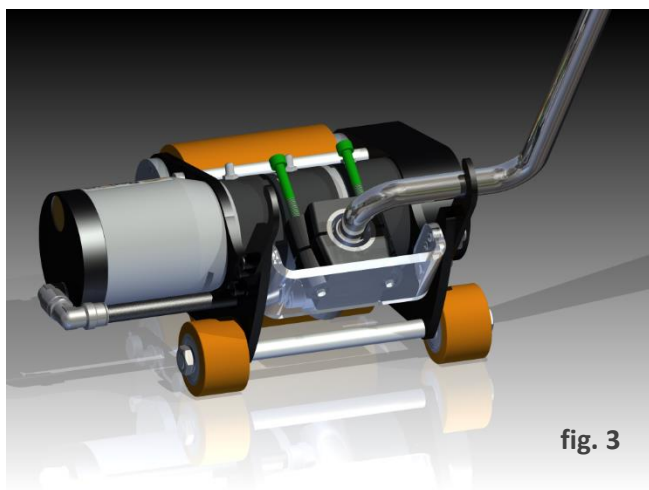

fig. 3
3. Posizionare il morsetto nella sua posizione di fissaggio prestando attenzione al corretto allineamento del manico rispetto alle asole finecorsa per la rotazione (fig.3).